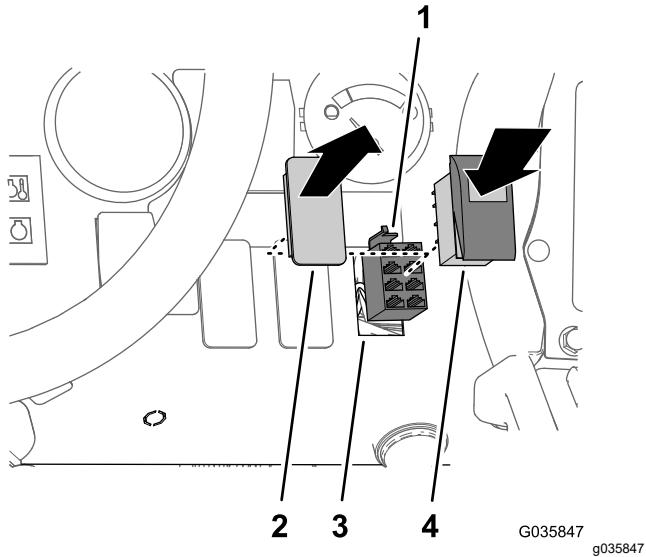

図 35
- 図35に示すように、ダッシュパネルのスイッチプラグを外す。
- ウルトラソニックブーム仕上げキットのワイヤハーネスの8ソケットコネクタSONIC MODE MANUAL vs. AUTOというラベルがついているを、ロッカースイッチに接続する(図35)。
- ダッシュパネルの取り付け穴にロッカースイッチを取り付ける。パチンとはまるまでスイッチを押し込むこと図35。